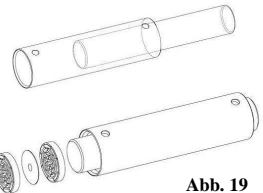

Abb. 19
- Führen Sie den mitgelieferten Stößel in das Schlagrohr ein und stoßen Sie die 13 Schlagteller und 12 Zwischenscheiben (bzw. die komplette Schlagwelle) aus dem Schlagrohr heraus. (Abb. 19)